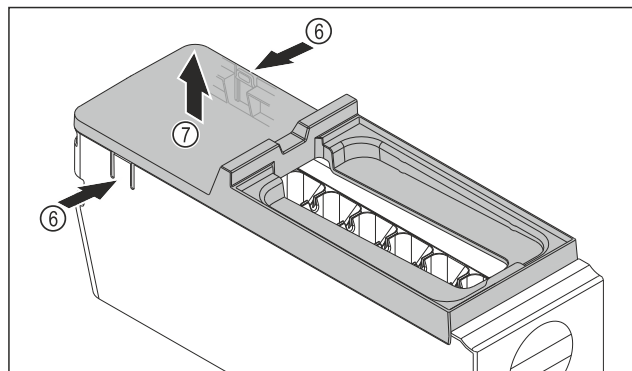

Fig. 78
- Odstráňte kryt korpusu EasyTwist-Ice: strmeň Fig. 78 (6) na oboch stranách korpusu EasyTwist-Ice zatlačte rukou.
- Kryt Fig. 78 (7) odoberte druhou rukou smerom nahor.